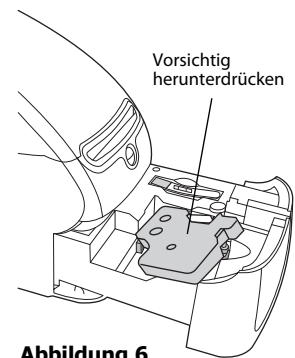

Abbildung 6
- 3** Legen Sie die Kassette ein, und drücken Sie vorsichtig dagegen, bis die Kassette einrastet. Stellen Sie sicher, dass Etikett und Farbband richtig platziert sind. Siehe Abbildung 6.